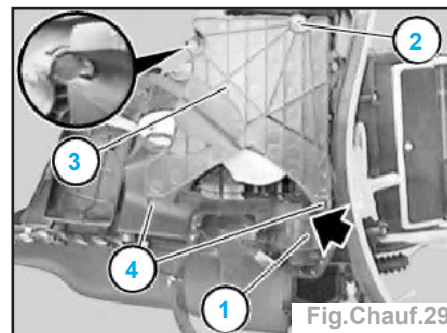

Fig. Chauff.29
- Débrancher le connecteur (2).
- Déclipser la tringlerie (3) de l'actionneur.
- Déverrouiller l'actionneur (1), le déposer et débrancher le connecteur (Fig. Chauff.29).
- Déposer la vis (2).
- Mettre d'abord en place les pattes (4) (Fig. Chauff.29).